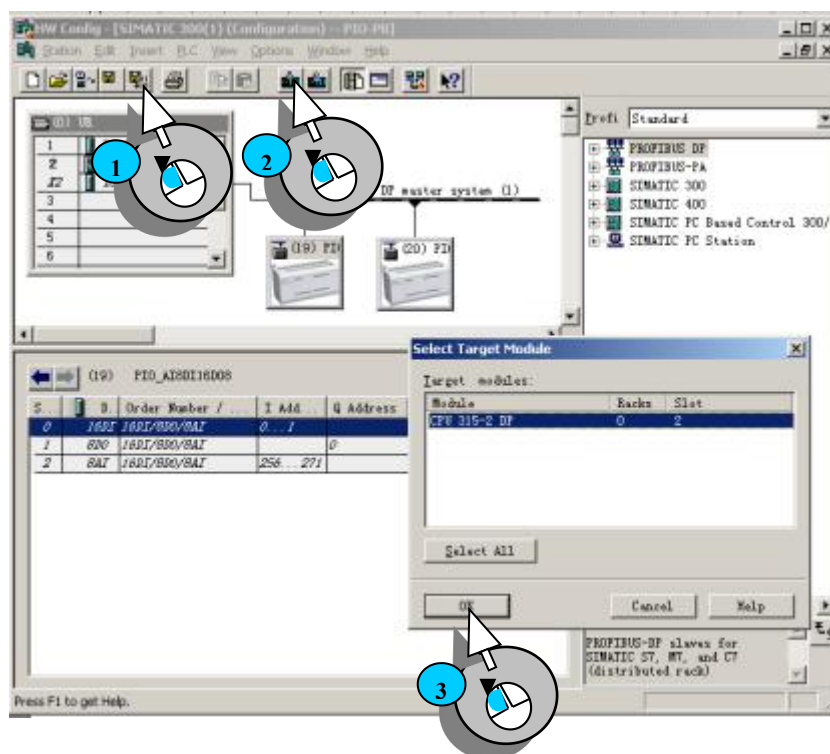

图 2-16 编译并下载硬件组态
到此已经在STEP7 中完成了本章例程的硬件配置过程。在传送组态之前，必须接通DP主站。请确认PC机和DP 主站之间已经建立了MPI连接。保存并编译组态，见步骤①到步骤③，并按照下图所示将组态下载到DP主站PLC中，见图2-16所示：